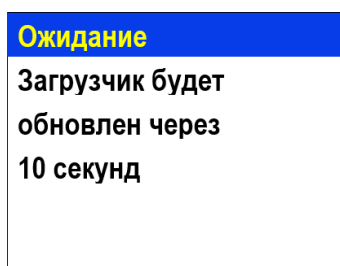

Рисунок 13 - Обновление загрузчика на ППК
- 1.2.7. На ППК появиться сообщение об обновлении загрузчика (рисунок 13)